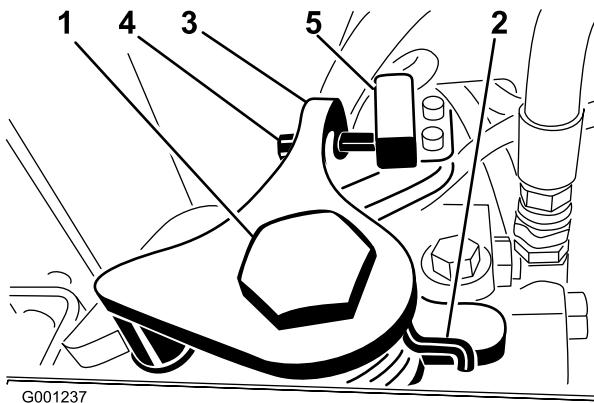

図 56
3. 走行調整カムの反対側にある固定ネジをゆるめる (図 56)。
7. ニュートラル復帰アームのネジ（図 56）を調整してネジの端部とスイッチとの隙間を 2.286~3.048 mm とする。